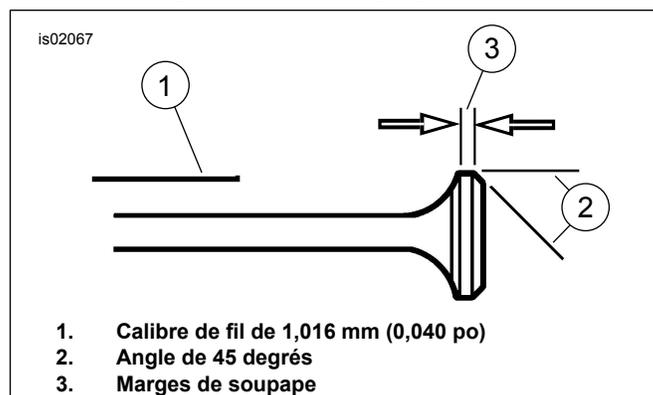

Figure 1. Chanfreinage des têtes de soupape
Voir la figure 1. Si, après inspection, il est nécessaire de rectifier les soupapes d'admission et d'échappement afin de respecter le jeu 1,016 mm (0.040 in) entre les deux têtes de soupapes, mesurer les marges (3) :
2. Un jeu de Distance : 1,016 mm (0.040 in) est requis entre les deux têtes de soupape. Utiliser un calibre de fil (1) de Distance : 1,016 mm (0.040 in) pour mesurer ce jeu. Pour régler le jeu, meuler les bords des soupapes d'admission et d'échappement à un angle de 45° (2).